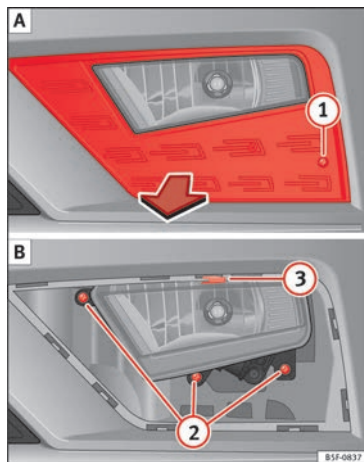
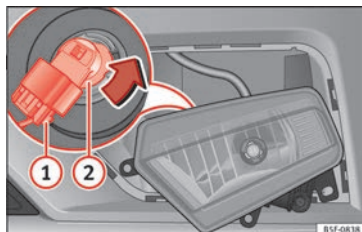

Fig. 109 Faro fendinebbia: estrarre la griglia.
Fig. 110 Faro fendinebbia: smontaggio del supporto lampade
1. Rimuovere la vite » **fig. 109** (1) **A** della griglia del faro fendinebbia servendosi di un cacciavite ed estrarre la griglia.
2. Rimuovere le 3 viti » **fig. 109** (2) **B**.
3. Rimuovere la graffa metallica situata nella parte superiore del faro fendinebbia tirando verso l'esterno del veicolo (3) **B** ed estrarre il faro fendinebbia.
4. Estrarre il connettore » **fig. 110** (1) dalla lampada.
5. Ruotare il portalampada (2) verso sinistra e tirare.